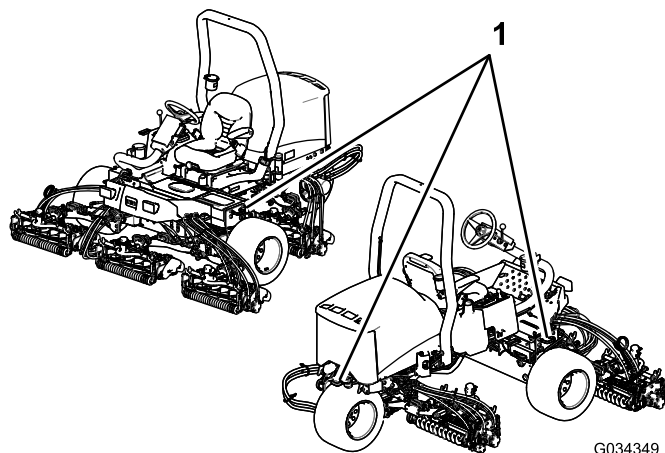

Figura 44
- Prenda a máquina de forma segura utilizando correias, correntes, cabos ou cordas. As correias frontais e traseiras devem estar dirigidas para baixo e para fora da máquina.; consulte Figura 44.